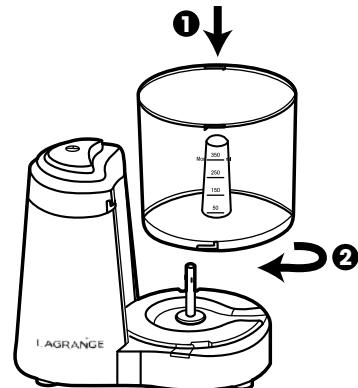

Fig. 1
- \* Zet de beker van het apparaat op de body van de hakmolen. Vergrendel de beker door deze in de richting van de wijzers van de klok te draaien tot het einde van de vergrendelingsopening van de beker. (Fig. 1).